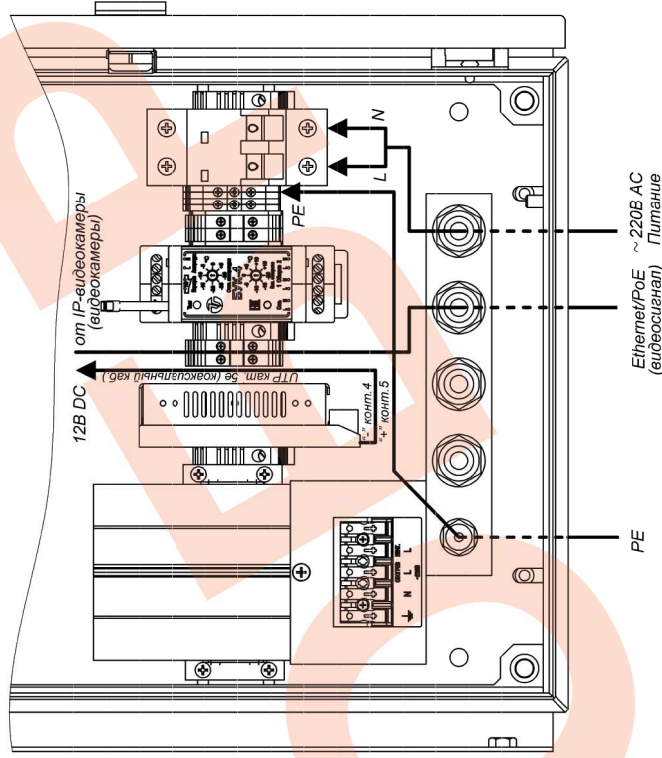

Рис.2 Подключение изделия
4. Подсоединить питание видеокамеры и другого оборудования к соответствующим контактам блока питания (поз.16 рис.1) в соответствии со схемой подключения (рис.2).
5. Ввести через гермовводы внешние кабели (заземления и кабель питания) и подключить к оборудованию (рис.2).